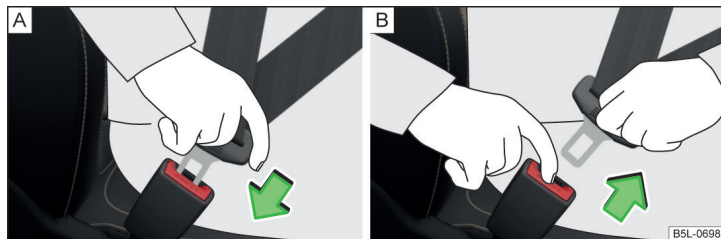

Fig. 5 Colocar y quitar el cinturón de seguridad
- Introduzca la lengüeta en el cierre correspondiente al asiento » fig. 5 - [A] hasta que se oiga que encaja.
- Pulse la tecla roja en el cierre del cinturón » fig. 5 - [B], la lengüeta de cierre saldrá disparada.